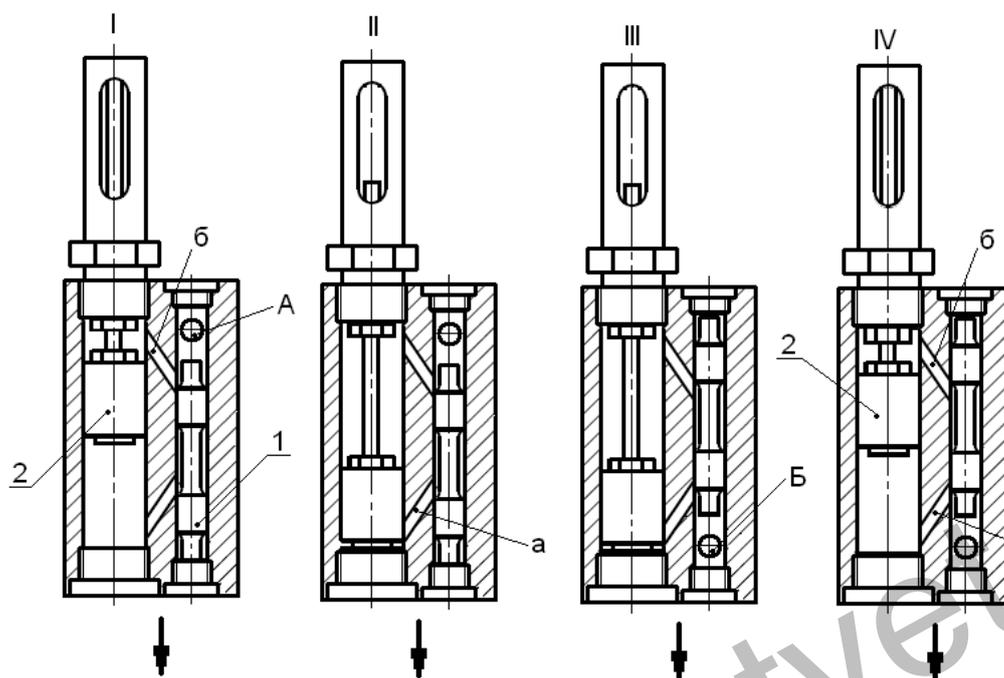

Рис. 4
4.2. Принцип работы питателя резьбового исполнения (см.рис. 4).